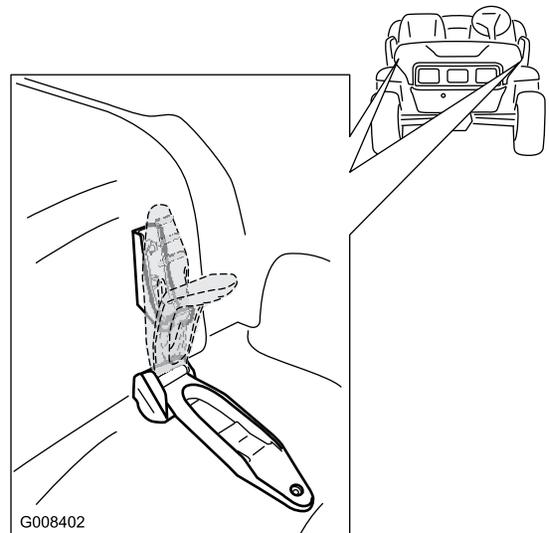

Figure 19
1. Desserrez les sangles en caoutchouc de chaque côté du capot (Figure 19).